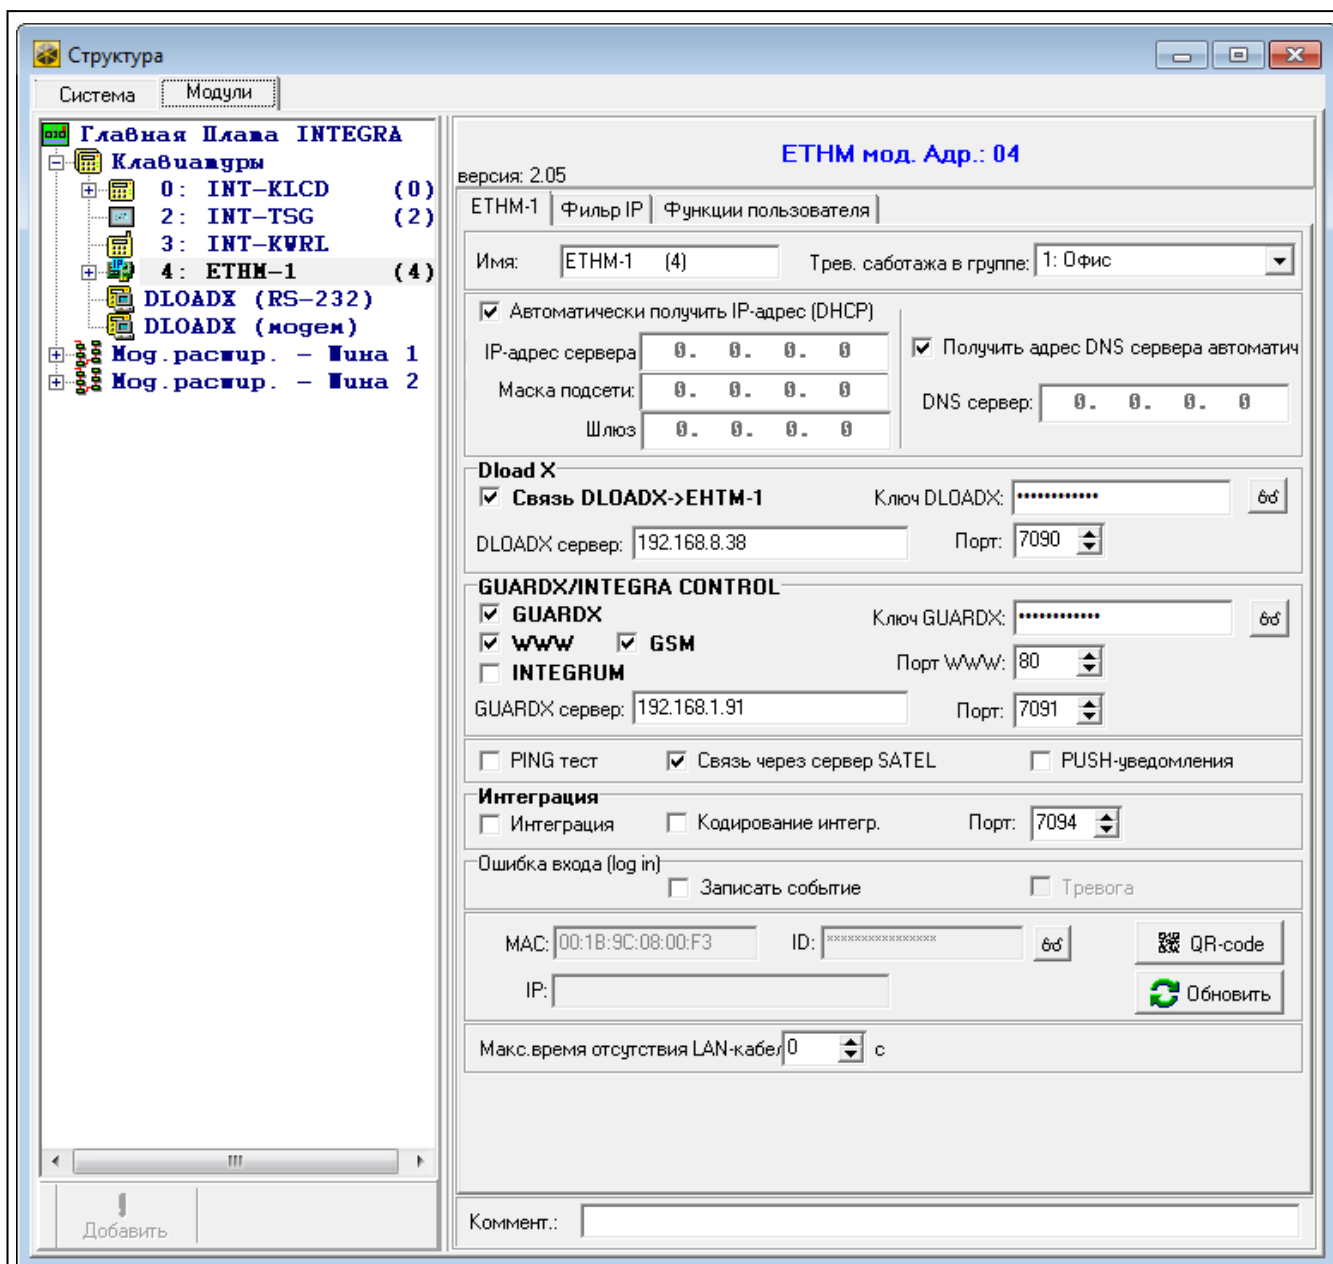

Рис. 5. Программа DLOADX: настройки модуля, подключенного к прибору INTEGRA / INTEGRA Plus (модуль идентифицируется как «ETHM-1»).
– с помощью программы DLOADX: внизу параметров и опций модуля (рис. 5 и 6).